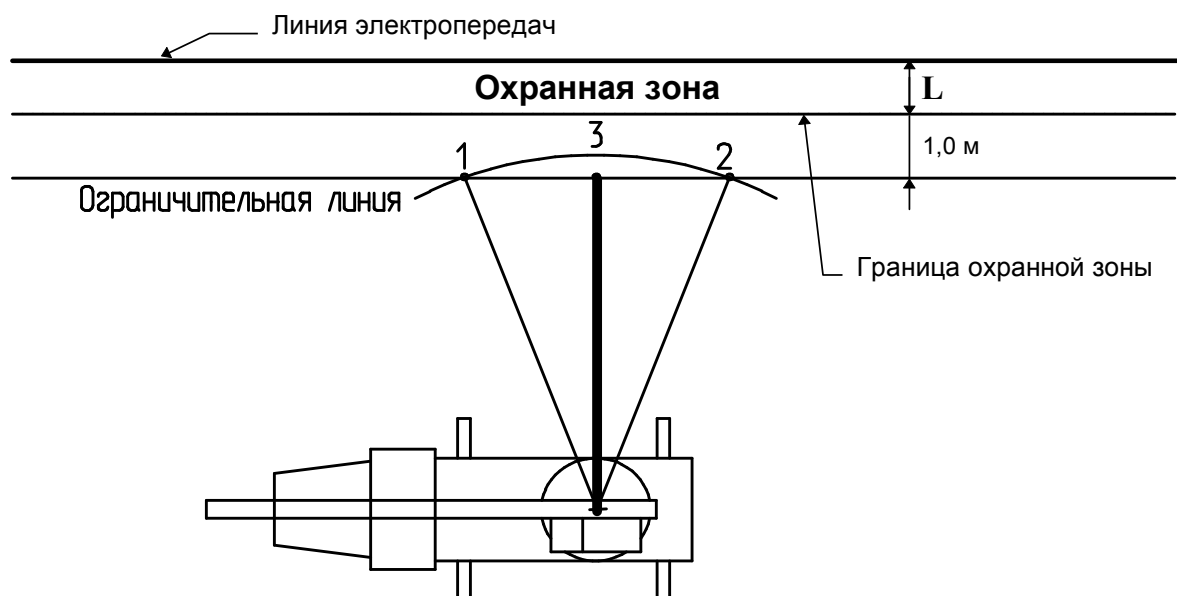

Рисунок 21 - Ввод ограничения "Стена"
3.3.5.1.1 Ввод ограничения типа "ЛЭП" ("Стена") вести в следующей последовательности (см. рисунок 21).